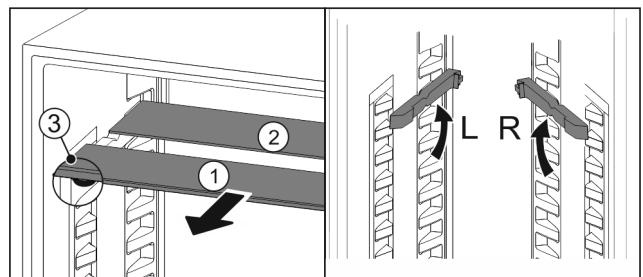

Fig. 97
- По одной извлеките Fig. 97 (1) стеклянные панели движением вперед.
- Стеклянная панель Fig. 97 (1) с декоративной планкой лежит спереди.
- Стопоры Fig. 97 (3) показывают вниз.